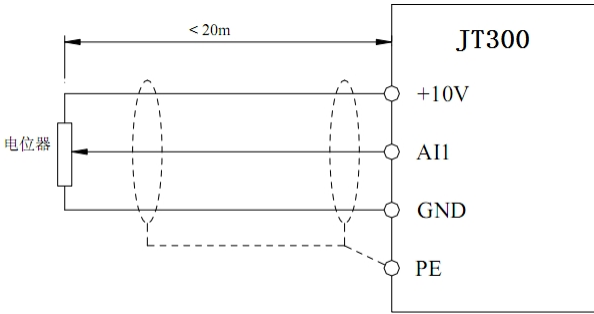
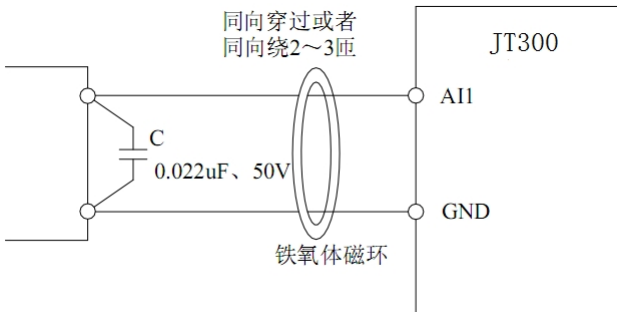

图 3-4 模拟量输入端子接线示意图
图 3-5 模拟量输入端子处理接线图
a) **模拟输入端子：**因微弱的模拟电压信号特别容易受到外部干扰，所以一般需要用屏蔽电缆，而且配线距离尽量短，不要超过 20m，如图 3-4。在某些模拟信号受到严重干扰的场合，模拟信号源侧需加滤波电容器或铁氧体磁芯，如图 3-5。